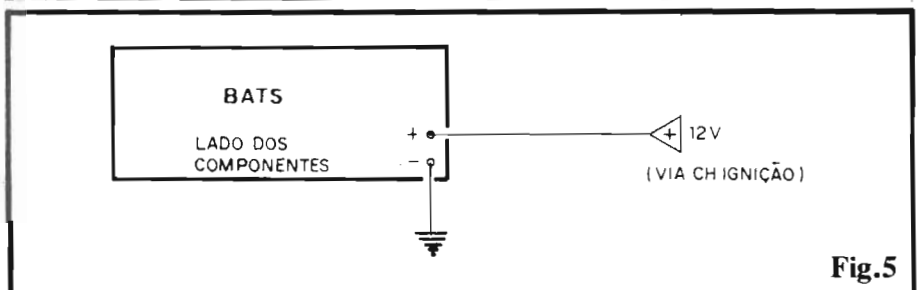
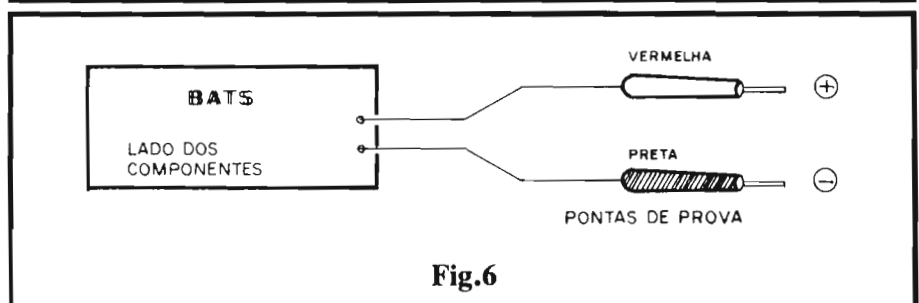

Fig.5
Fig.6
- **FIG. 5 - CONEXÕES EXTERNAS À PLACA** - Nada mais do que as "entradas" **positiva** e **negativa** são as ligações necessárias ao Circuito Impresso do BATS... Para efeito de codificação, convém sempre manter a norma de fio **vermelho** na conexão do **positivo** e fio **preto** na ligação do **ne-**
- **FIG. 6 - CONEXÕES EXTERNAS PARA UTILIZAÇÃO OFICIAL** - Se a idéia for usar o BATS na oficina, então seu **lay out** final exigirá (para perfeita praticidade...) que as conexões do **positivo/negativo** sejam feitas com o auxílio de cabos não muito curtos, de preferência bem flexíveis, isolados nas cores convencionais (vermelho/preto), e terminados por pontas de prova (o **negativo** pode - opcionalmente - ser terminado numa garra "pesada", do tipo normalmente utilizados nos carregadores de bateria, etc. Em qualquer dos casos (figs. 5 ou 6) é óbvio que as ligações finais dependerão da disposição de caixa, painel, **container** adotado, etc. Assim, recomendamos ao Lei-